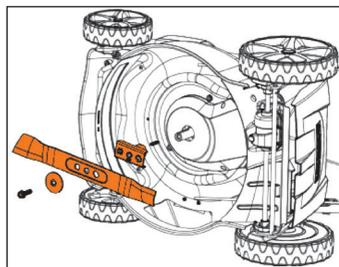

Рис. 16
- Для замены ножа (Рис. 16) положите ее набор.